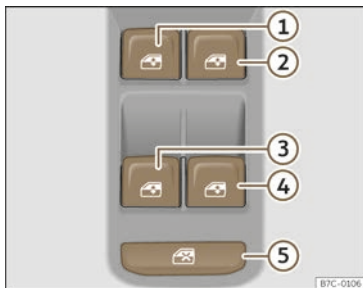

Abb. 88 Ausschnitt der Fahrertür: Schalter für die Fenster.
Mit dem Sicherheitsschalter >>> (Abb. 88) ⑤ in der Fahrertür können die Fensterheber-Tasten in den hinteren Türen außer Funktion gesetzt werden.